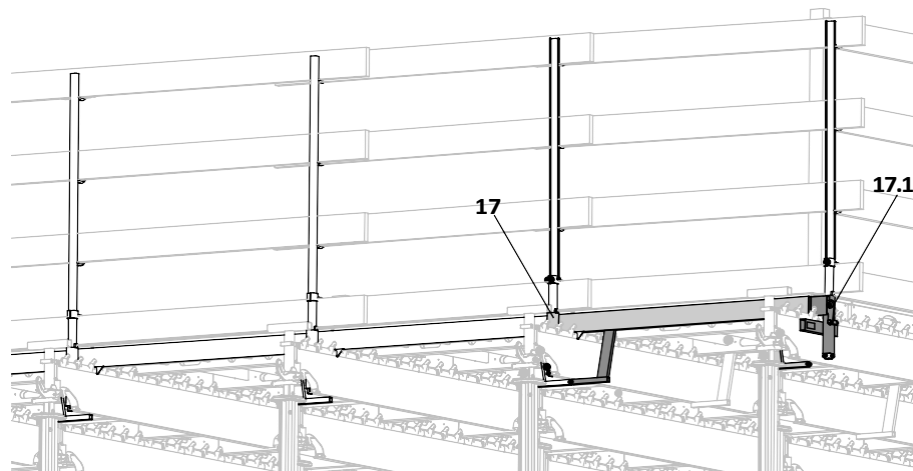
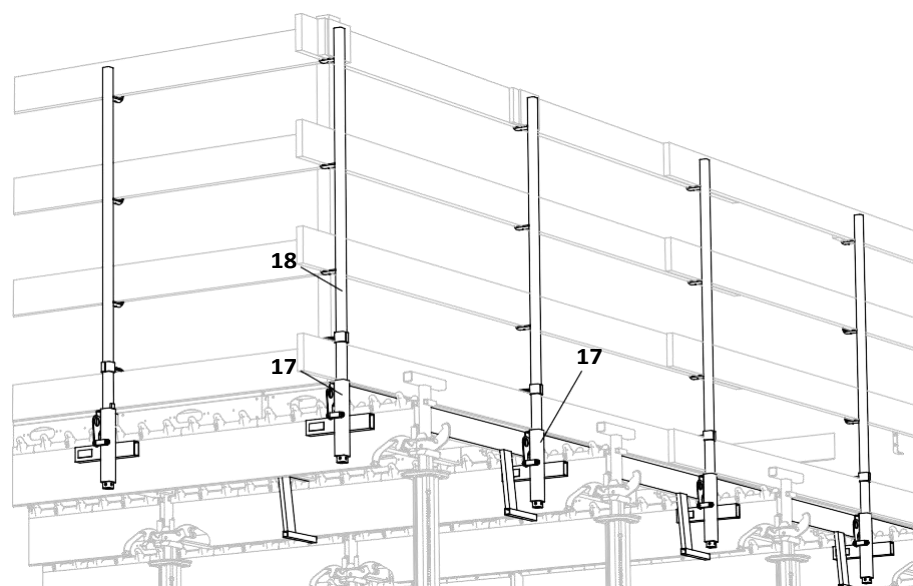

Fig. A8.09
Fig. A8.10
2. Монтирайте всички останали държачи за стойка (17) с монтажното рамо насочено надясно. (Fig. A8.09) Монтажните рамена се припокриват.
3. Поставете стойките за парапет (18).
4. Поставете и заковете парапетните дъски. (Fig. A8.10)